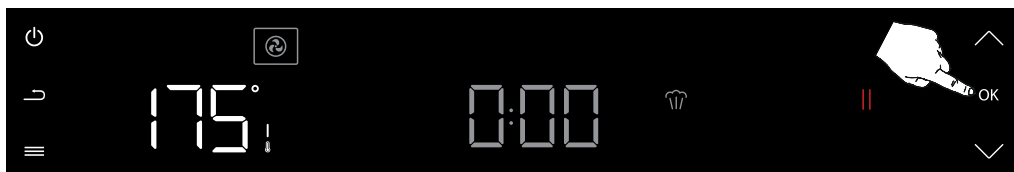

Abbildung 45
Drücken Sie die Bestätigungstaste (OK) einmal, um die Auswahl der Kochfunktion zu bestätigen. (siehe Abbildung 45)